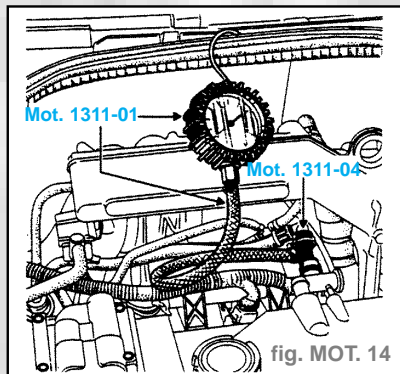

fig. MOT. 14
- Mettre en place le manomètre **0 ; 10 bars** ainsi que le tuyau souple **Mot. 1311-01** (fig. MOT. 14).